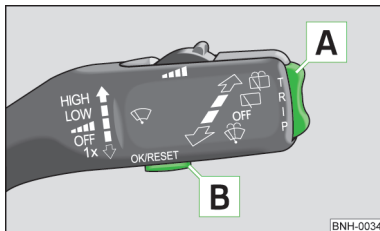

Abb. 6
- Das **Main menu (Hauptmenü)** wird durch langes Drücken der Wipptaste **A** » Abb. 6 aktiviert.
- Wenn im Informationsdisplay Warnmeldungen angezeigt sind, müssen diese Meldungen mit der Taste  » Abb. 6 » Seite 15 bestätigt werden, um das Hauptmenü aufzurufen.